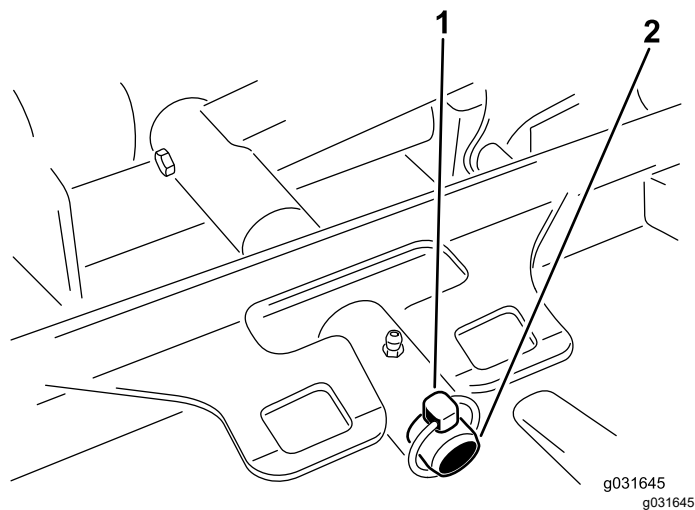

Figure 64
3. Retirez la goupille à anneau ou l'écrou de retenue qui fixe le bâti porteur de l'unité de coupe à l'axe de pivot du bras de levage (Figure 64).
3. Poussez le bâti porteur de l'unité de coupe sur la tige de pivot et fixez-le avec une goupille à anneau ou l'écrou de retenue (Figure 64).